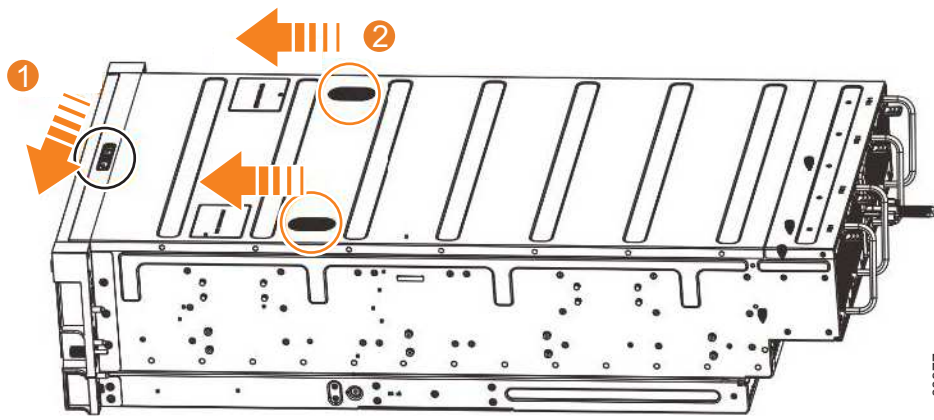

図 34. 2076-92Fカバーの解放
2. 解放ラッチ (**1**) を、図 34 に示されている方向にスライドさせます。
3. 図 34 に示すように、カバーを拡張エンクロージャーの前面方向にスライドさせます (**2**)。